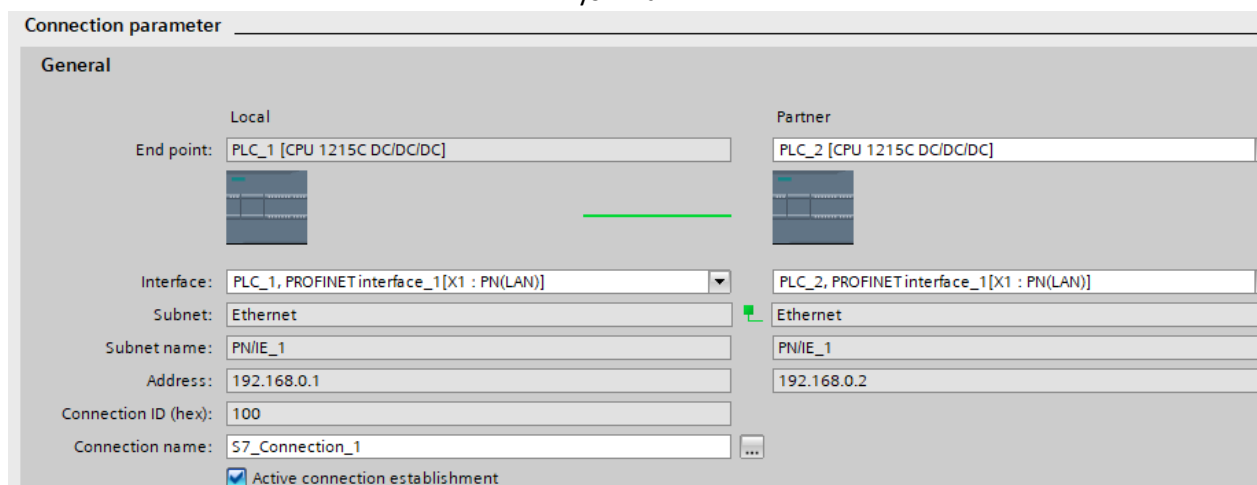

Rys. 11
14. Blok **PUT** w **Main** powinien wyglądać jak na rys. 11. Klikamy na przycisk Właściwości tego bloku.